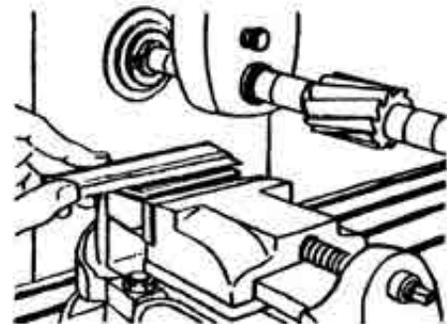

Fig. 12
- a) Verifique con la regla biselada o de pelo, si la superficie quedó totalmente plana. (Fig. 12).